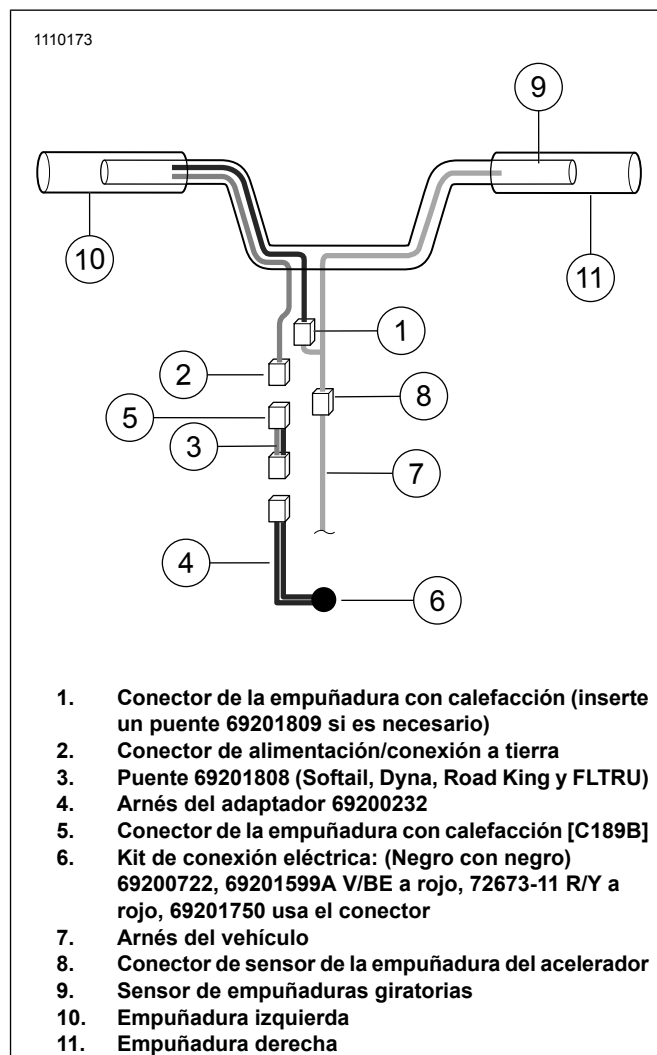

Figura 10. Conexiones eléctricas
3. Vea la Figura 10. Conecte la interconexión de empuñadura (1) a la empuñadura izquierda.
5. Vea la Figura 10. Conecte el cable de alimentación/tierra de la empuñadura (2) desde la empuñadura izquierda.
8. Pele los cables de la parte posterior y empalme con el arnés de conexión eléctrica (7).
10. Finalice la instalación del kit de conexión eléctrica (6) de acuerdo con las instrucciones del kit.
4. Conecte el puente (3), de 20 pulg. rojo/negro, del kit al conector de alimentación/de conexión a tierra (2) de la empuñadura izquierda.
- b. Vea la Figura 10. Acople el conector de 2 vías de la empuñadura (2) al conector de 2 vías de 69201750 detrás del faro delantero.
- c. Agregue el puente (3) si se requiere una longitud adicional.
7. Corte el puente (4) a la longitud suficiente para que se empalme en el kit (6).